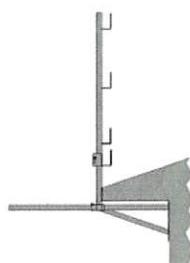

fig. 6
- Procedere con l'inserimento del montante verticale facendolo scorrere fino alla posizione più vicina possibile al manufatto; avvitare quindi la vite ad aletta M10 x 20 in dotazione, facendo attenzione che questa entri nell'apposito foro in corrispondenza della posizione dell'asta verticale (fig. 6 a pag. 9);